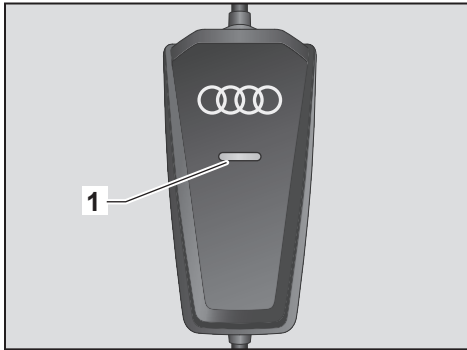

Fig. 5 : Unité d'affichage.
- Les erreurs éventuelles sont signalées par le témoin lumineux => fig. 5 -1- par différentes couleurs, lumières et clignotements => page 22.